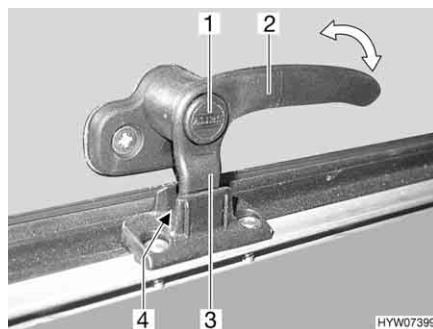

Fig. 45 Leva di serraggio in posizione "Aerazione continua"
- In posizione di "Aerazione continua" (Fig. 45)
- Premere il bottone di sicurezza (Fig. 45,1) e mantenerlo premuto.
- Ruotare la leva di serraggio (Fig. 45,3) di un quarto di giro verso il centro della finestra.
- Girare nuovamente all'indietro la leva di serraggio. Riportare contemporaneamente il nasello di chiusura (Fig. 45,3) della leva di serraggio nella rientranza della chiusura della finestra (Fig. 45,4).
- Rilasciare il bottone di sicurezza (Fig. 45,1).